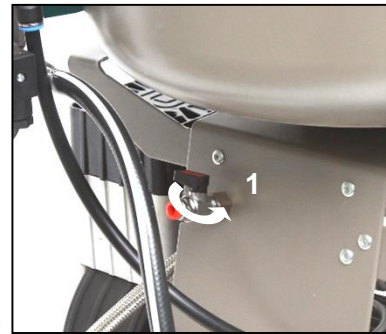

Рис. 14
Чтобы выключить компрессор для выполнения технического обслуживания или по другой причине, поверните переключатель (2) на реле давления (1) в положение 0 и **выньте вилку из розетки электросети**. В результате компрессор будет отсоединен от источника питания. Сбавьте давление в воздухохранильнике до нулевой отметки, открыв спускной клапан. (Рис. 14).
Компрессоры (рис. 14)